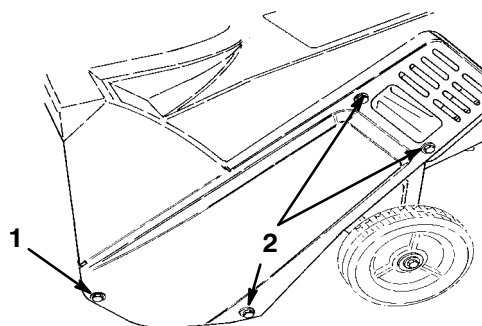

Bild 17
6. Entfernen Sie die drei Blechschrauben, die Inbusschraube, die Scheibe und die Mutter, mit denen die linke Seitenabdeckung des Schneefräsenrahmens abgesichert wird (Bild 17).